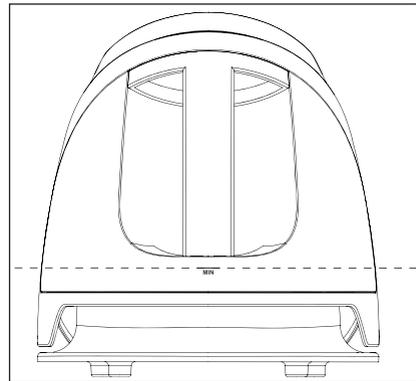

Fig. 1
- ▶ Så snart påfyldningsniveaulet for vandbeholderen **7** viser mindre end **MIN** (se fig. 1), pumpes der ikke længere vand ind i dampkammeret, og der kommer ikke damp ud af produktet.